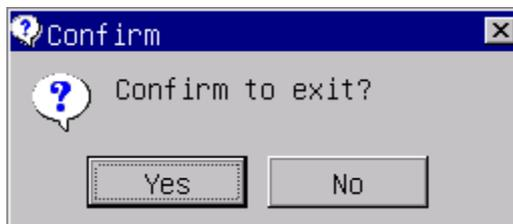

Figura 3-5
- a) En pantalla del menú principal, Haga clic en "Exit", aparecerá la información de cierre (Vea la Figura 3-5).